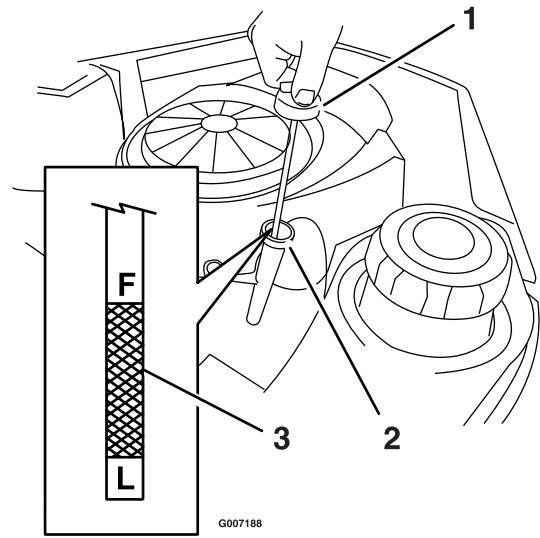
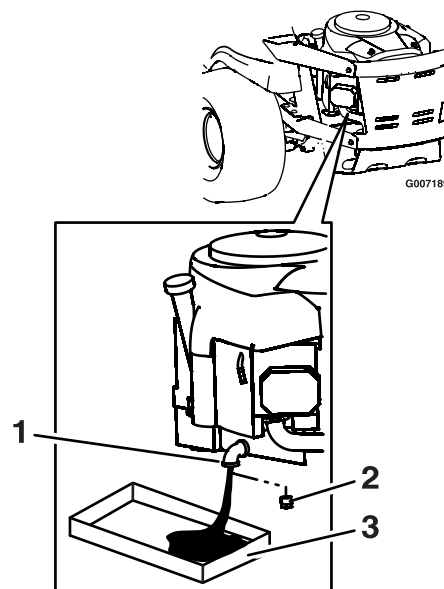

Figura 25
Figura 27
4. Retire el tapón de llenado/varilla de aceite y límpielo. Vuelva a colocar la varilla y empuje firmemente para asentarla en su lugar (Figura 25).
de la máquina, directamente debajo del orificio de vaciado del bastidor, según se muestra en Figura 27
6. Retire el tapón de vaciado del aceite (Figura 27). Retire el tapón de llenado/varilla (Figura 25).
9. Cuando se haya drenado completamente el aceite, coloque el tapón de vaciado. Apriete el tapón a un par de 14 N-m (125 pulgadas-libra). Limpie cualquier exceso de aceite del bastidor (Figura 27).
11. Instale el filtro de aceite nuevo en el adaptador de montaje. Gire el filtro de aceite en el sentido de las agujas del reloj hasta que la junta de goma entre en contacto con el adaptador, luego apriete el filtro 1/2–3/4 de vuelta más (Figura 27).
14. Compruebe el nivel de aceite (Figura 25); consulte la sección Verificación del nivel de aceite.